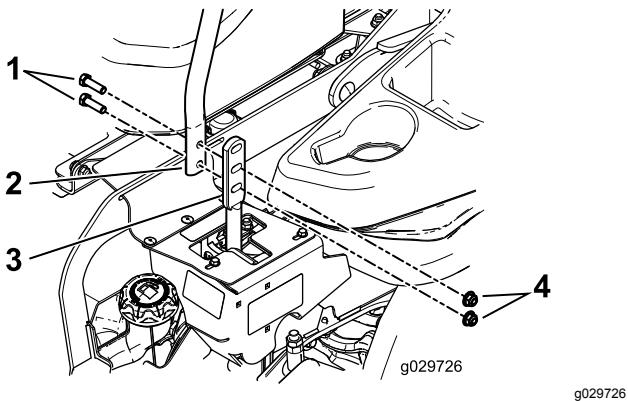

Figura 89
3. Allentate i bulloni e i dadi delle flange montati sulle leve (Figura 89).
4. Allineate le leve longitudinalmente portandole assieme in FOLLE, fatele scorrere finché non sono allineate e serrate i bulloni (Figura 89).